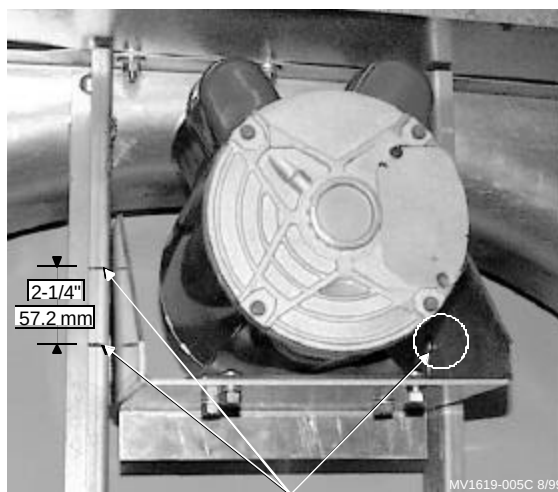

Figura 4. Hueco del tornillo para localizar la platina
9. Aplique tension moviendo la platina de montaje del u-motor hacia arriba y moviendo los tornillos hasta asegurarla. Ver **figura 4**. Ver la calcomania en el lado de la platina que muestra el diagrama de tension de la correa.